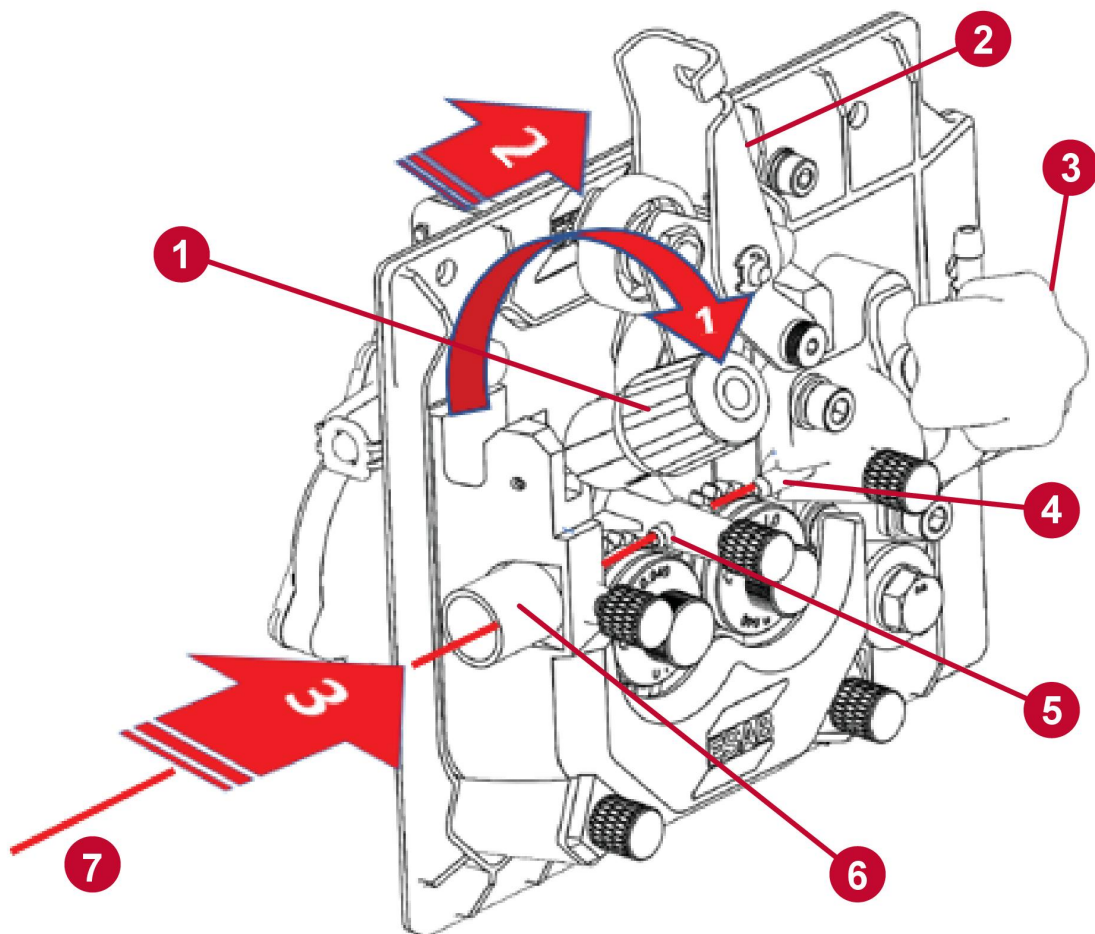

Figure 14. Mécanisme de dévidage
4. Tirez sur le bouton de tension vers le haut pour le retirer de son cran et faites-le pivoter vers vous pour dégager le bras tendeur (voir numéro 1 dans la figure 14). Puisque la pression de dévidage est altérée lors du dégagement du bras, la tension des galets doit être ajustée de nouveau à une étape ultérieure. Le bras tendeur (2) est muni d'un ressort de rappel. Il sort quand le bouton de tension est pivoté lors de l'étape précédente.